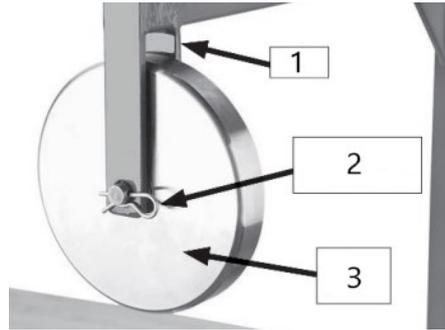

Fig. 8 – Cylindre supérieur monté
5. Placez le cylindre supérieur entre les bras du cadre, puis mettez le boulon supérieur à travers les bras et le cylindre et fixez le boulon avec la goupille (voir fig. 8).